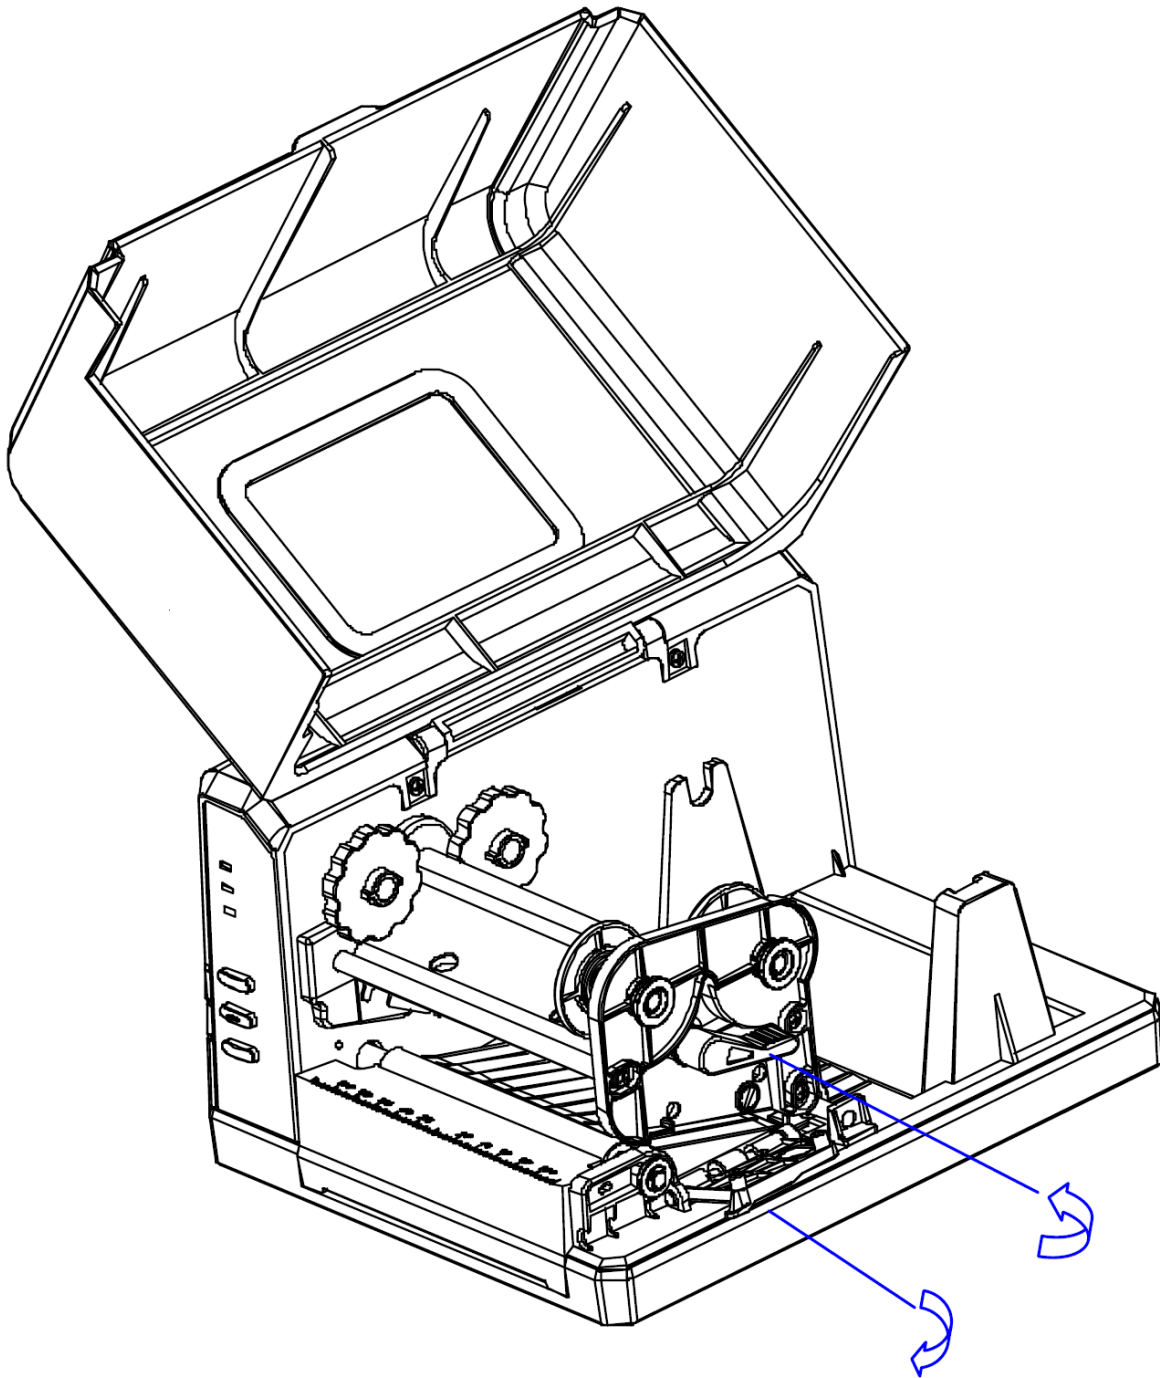

Figura 5-1
1. Abra la cubierta del lado derecho de la impresora y gire la palanca a la posición "abierta". Gire hacia abajo la Placa del Módulo de Cabezal de Impresión (véase la Figura 5-1).